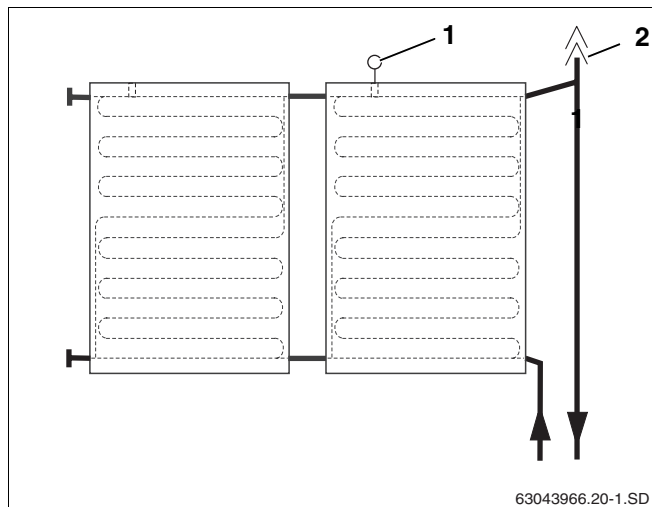

Fig. 58 Aperçu du pot de purge avec purgeur pour le raccordement de départ
Si vous souhaitez purger l'installation solaire avec un purgeur automatique (accessoire) au point le plus élevé de l'installation, la conduite de départ doit être posée en pente ascendante vers le purgeur (fig. 58, **pos. 2**) et la conduite de retour en pente ascendante vers le champ de capteur (fig. 58).